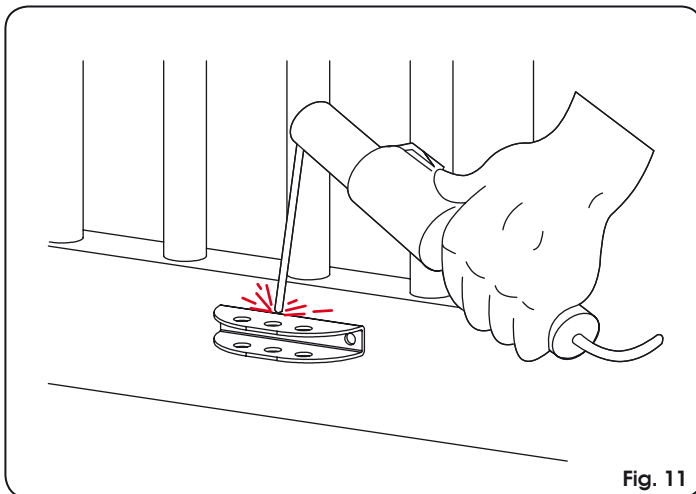
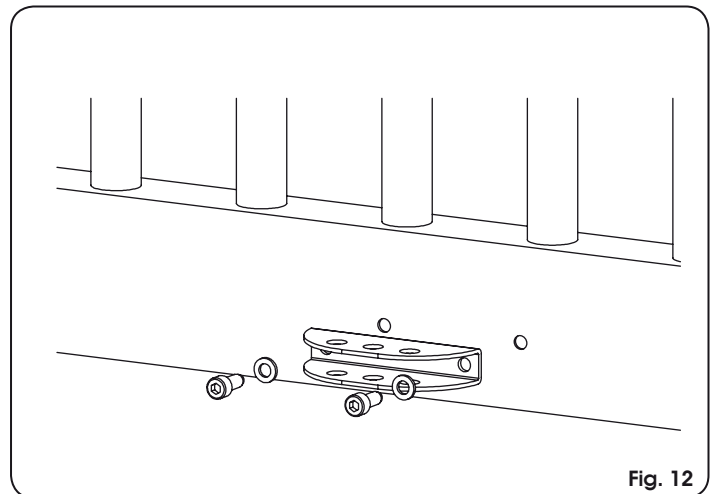

Fig. 11
Fig. 12
*Le raccord peut être directement soudé à le vantail (Fig. 11) ou bien vissé en utilisant des inserts filetés (Fig. 12).*